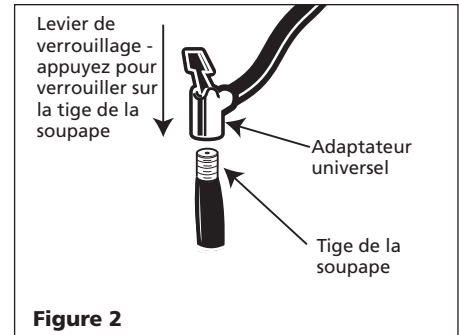

Figure 2
- d.) Appuyer sur le levier de verrouillage vers le bas pour le verrouiller sur la tige (voir la figure 2).
- 1) Pour utiliser les accessoires de gonflage, insérer l'accessoire dans l'adaptateur universel et pousser le levier de verrouillage pour verrouiller en place (voir la figure 2). L'accessoire de gonflage s'ajustera serré.